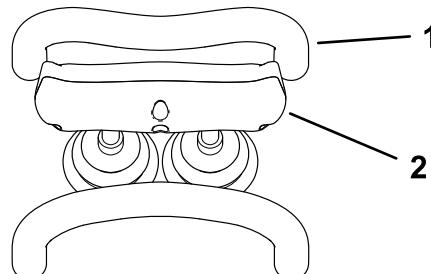

Figura 13
- Para detener la máquina, suelte el control de tracción (Figura 13).